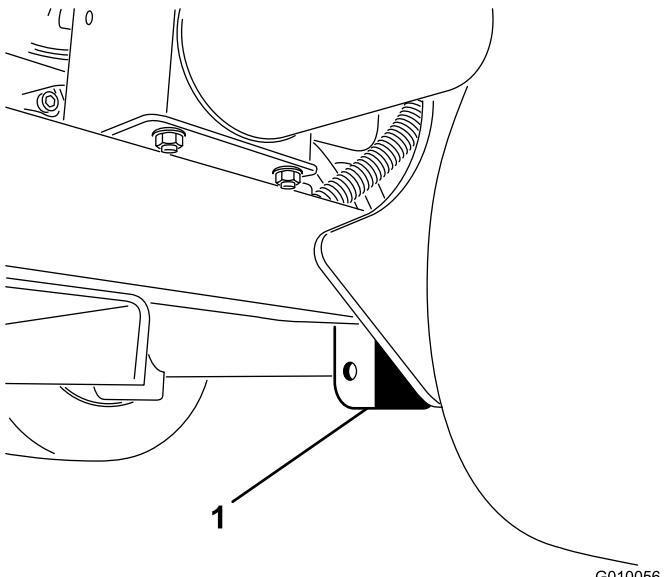

Figura 41
2. Coloque el gato firmemente debajo de la placa del bastidor, justo por dentro de la rueda trasera (Figura 41).